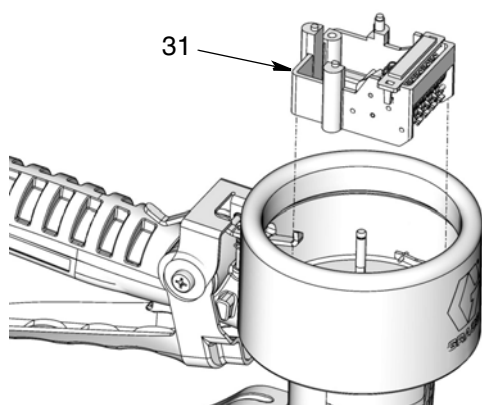

FIG. 31
1. Installare il gruppo del contatore (31) (FIG. 31).